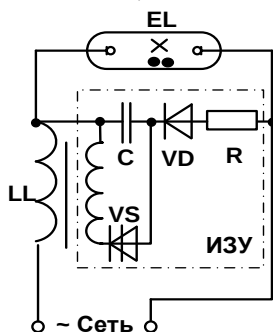

Рис.4.1. Типовая схема включения натриевой лампы типа ДНаТ.
2. По типовой схеме включения натриевой лампы рис.4.1 уяснить основные блоки и узлы, их назначение и принцип работы.
3. Соберите схему рис.4.1 с включением необходимых измерительных приборов и под наблюдением преподавателя проведите испытания и снимите пусковые характеристики натриевой лампы $I_L = f_1(t)$, $U_L = f_2(t)$, $P_L = f_3(t)$, $E_K = f_4(t)$.
На рис.4.1. Представлена типовая схема включения натриевой лампы высокого давления типа ДНаТ. Для обеспечения включения лампы **EL** в схеме предусматривается импульсное зажигающее устройство (ИЗУ), которое в начальный период включения лампы вырабатывает высокочастотные импульсы частотой 500 Гц и напряжением до 4,5 кВ, которые прикладываются к лампе и обеспечивают её разжигание, после чего блок ИЗУ отключается.